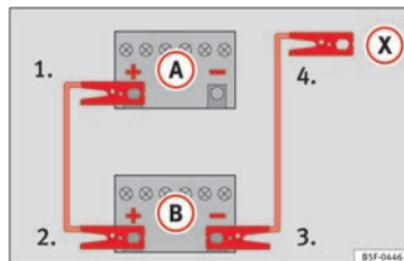

Fig. 208 Schéma de branchement pour les véhicules non équipés du système Start-Stop.
2. Raccordez une extrémité du câble de démarrage *rouge* au pôle positif (+) du véhicule dont la batterie est déchargée (A) ⇒ fig. 208.
3. Raccordez l'autre extrémité du câble de démarrage *rouge* à la borne positive (+) du véhicule fournissant le courant (B). ▶
4. **Sur les véhicules non équipés du système Start-Stop** : raccordez une extrémité du câble d'urgence *noir* (⊖) du véhicule fournissant le courant (B) ⇒ fig. 208.